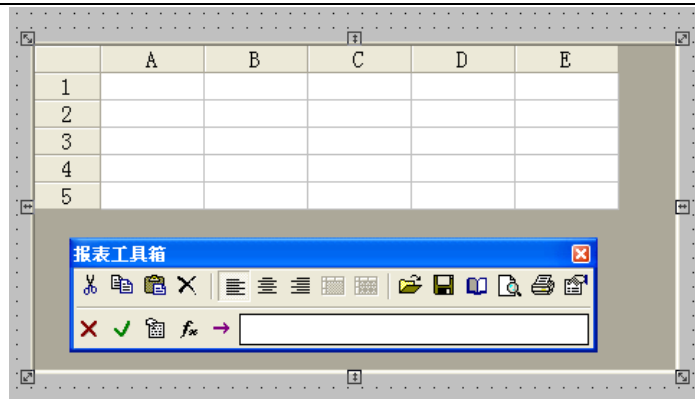

图 8-1
- 3、选择工具箱中的  工具，在画面上绘制一实时数据报表窗口，如图 8-1 所示。